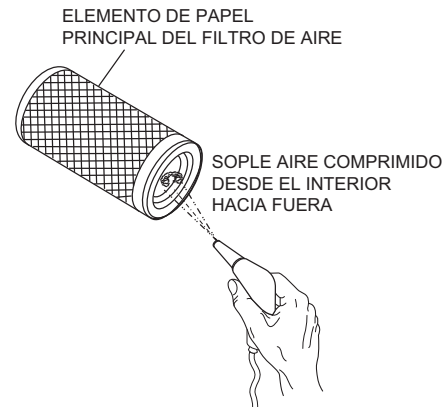

Figura 39. Limpieza del elemento del filtro de aire de papel
5. Para limpiar el elemento principal (filtro de aire de papel) según se indica en la (Figura 39), golpee el elemento del filtro varias veces sobre una superficie dura para quitar la suciedad, o sople aire comprimido (no se debe exceder 30 psi (207 kPa, 2,1 kgf/cm²) por el elemento del filtro desde la parte interior hacia el exterior.